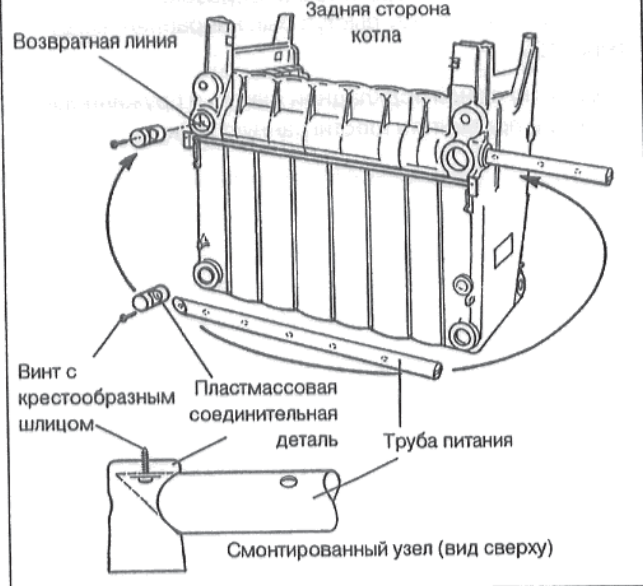
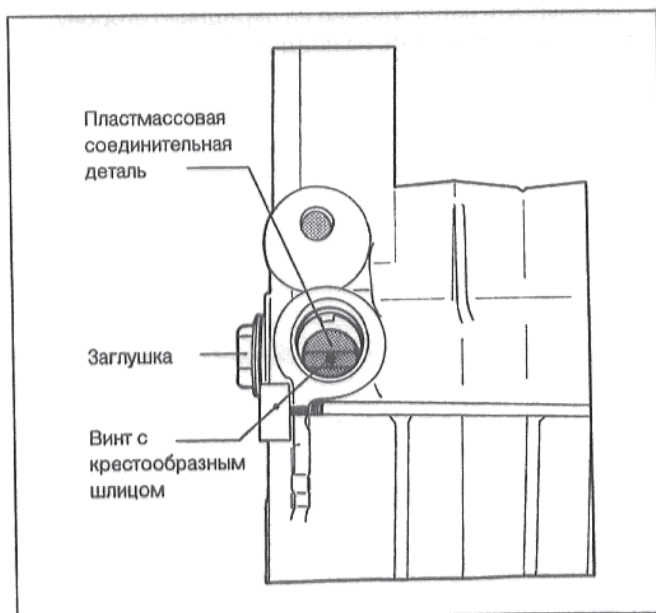

Рис. 9
Рис. 10
- Вставить в возвратную линию пластмассовую соединительную деталь (Рис. 9).
- Вдвинуть трубу питания в ступицу (Рис. 9).
- Завинтить винт с крестообразным шлицом (В 4,8 x 22) (Рис. 9 и Рис. 10).
- Ввинтить обратно в концевые секции четыре ранее снятые заглушки с новыми уплотнениями. (Рис. 10).